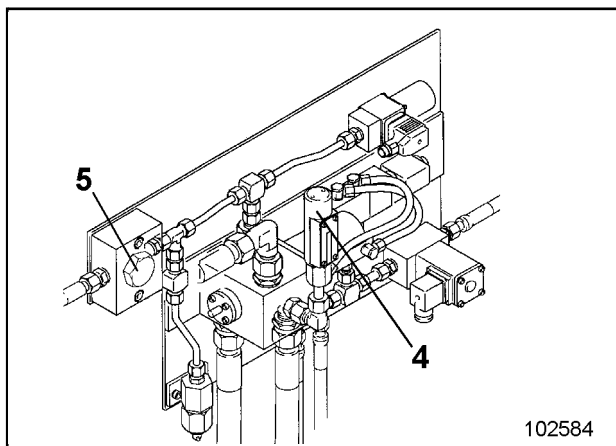

Fig. 7
- Mutter (5, Fig. 7) lösen.
- Sieb wieder einsetzen und Mutter (5) aufschrauben.